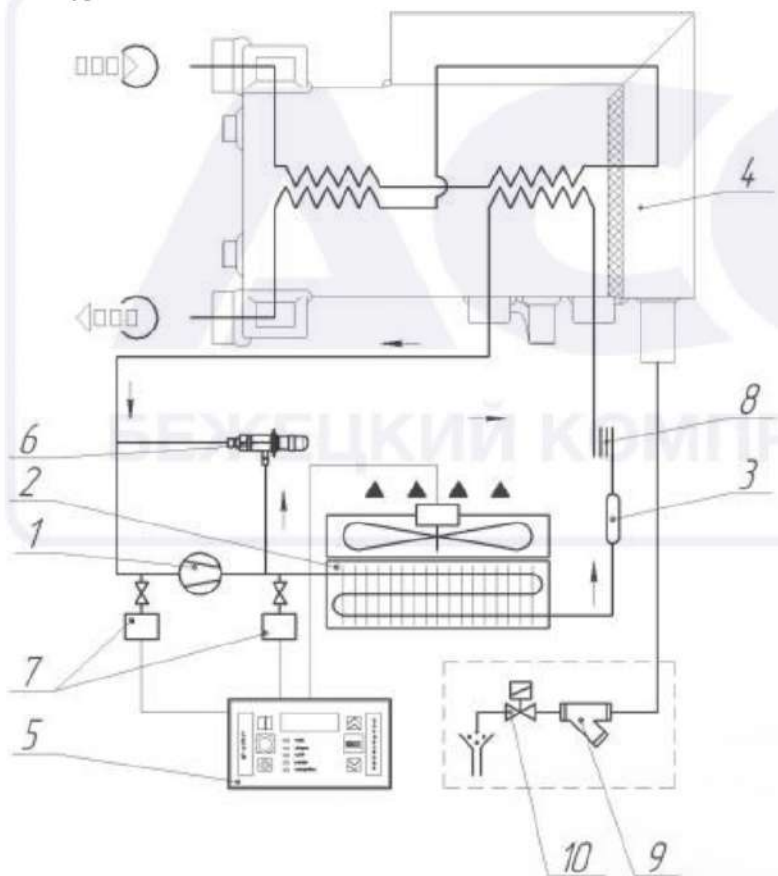

Рисунок 3 – Холодильный контур
4.1 Сушитель рис. 3 представляет собой конструкцию алюминиевого теплообменника, размещенного в блоке осушения 4. В первом контуре теплообменника из сжатого воздуха удаляется вода путем его охлаждения до температуры приблизительно $+3^{\circ}\text{C}$ и удаления образующегося при этом конденсата. С целью предотвращения образования конденсата на наружной поверхности трубопроводов системы циркуляции, обрабатываемый сжатый воздух перед выходом его из осушителя подвергается предварительному подогреву. Для этого он прогоняется через второй контур теплообменника.
4.1.1 Компрессор 1 (рис. 3) является активным элементом осушителя и обеспечивает циркуляцию хладагента по холодильному контуру за счет сжатия паров хладагента от давления кипения до давления конденсации.
4.1.3 Устройство слива конденсата предназначено для удаления конденсата образующегося при охлаждении сжатого воздуха в блоке осушки. Устройство состоит из электромагнитного клапана 10 (рис.3) и сантехнического фильтра 9 (рис 3). Сигнал на управление электромагнитным клапаном подается блоком автоматического управления 5.
4.1.4 Регулятор производительности 6 (рис. 3) перепускает часть горячего газа (из количества нагнетаемого газа компрессором) в трубку полости между испарителем и всасыванием компрессора, поддерживая постоянным значение температуры/давления кипения фреона около $+2\text{ }^{\circ}C$. Такое перепускание газа полностью исключает образование льда внутри испарителя в полости сжатого воздуха при любых нагрузках.
4.1.7 Фильтр-осушитель 3 (рис. 3) размещается перед капиллярной трубкой, задерживает все технические загрязнения и пары влаги, исключая их циркуляцию и вступление в химические реакции